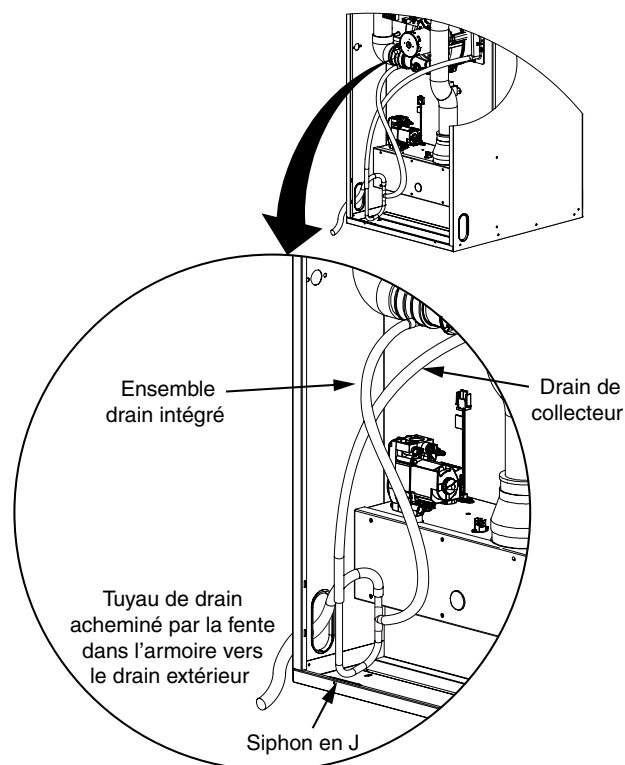

Figure 17. Évacuation du condensat
- Le drain à condensat peut sortir par la fente gauche ou droite à la base de la fournaise (Figure 17). Assurez-vous que le flexible d'écoulement n'est pas entortillé.
1. Retirez le tube souple du boîtier collecteur (Figure 17) et vérifiez que la sortie du boîtier collecteur est dégagée et exempte de débris ou d'obstructions.